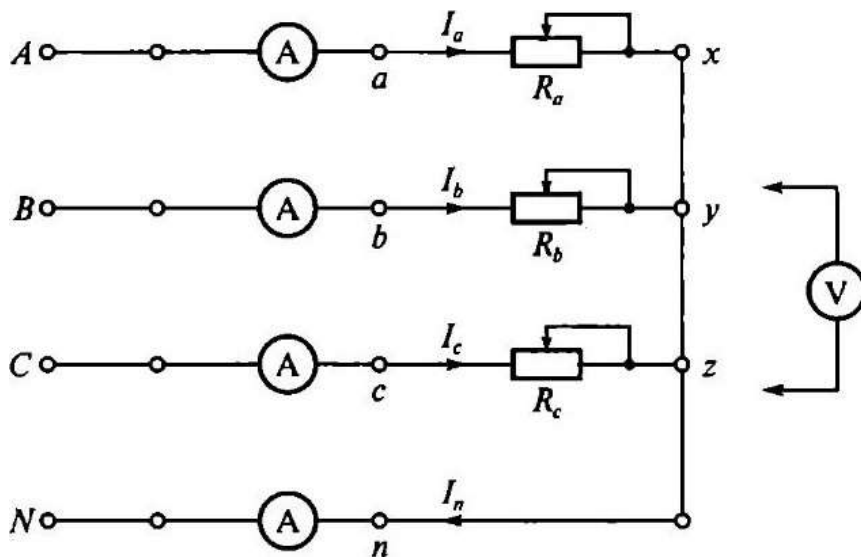

Рис. 5.1. Схема трехфазной ЭЦ с активной нагрузкой однофазных приемников, соединенных «звездой»
Схема электрической цепи (ЭЦ) с включенными в нее измерительными приборами приведена на рис. 5.1. В качестве измерительных приборов в работе используются: миллиамперметры переменного тока для измерения линейных и фазных токов и тока в нейтральном проводе — 4 шт.; вольтметр переменного тока для измерения линейных и фазных напряжений, а также напряжения смещения нейтрали.
1. Собрать ЭЦ в соответствии с рис. 5.1. С помощью переключателя пределов установить наибольшую номинальную величину измерительных приборов. После проверки схемы преподавателем подать напряжение в ЭЦ, при этом должны загореться соответствующие сигнальные лампы, показанные на рис. П.3. Измерить вольтметром линейное напряжение U_L , которое должно лежать в диапазоне $(36 \pm 3,6)$ В.
5. На основании данных табл. 5.1 и 5.2 с учетом рис. 5.1 вычислить полные сопротивления фаз 4 и углы сдвига фаз между током и напряжением (РФ, результаты занести в табл. 5.3.
3. В табл. 5.4 даны значения линейного напряжения и фазных сопротивлений ЭЦ, приведенной на рис. 5.1. Номер варианта соответствует номеру стенда. На основании данных табл. 5.4 для своего варианта вычислить фазные напряжения и токи для ЭЦ с нейтральным